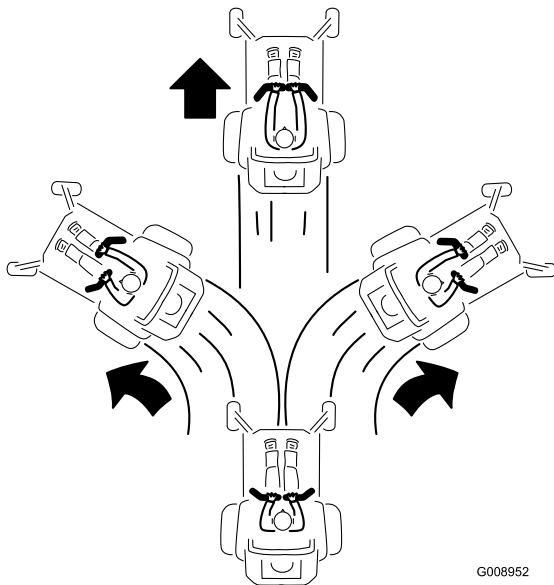

Figure 27
2. Pour vous déplacer en marche avant, poussez lentement les leviers de commande de déplacement vers l'avant (Figure 27).